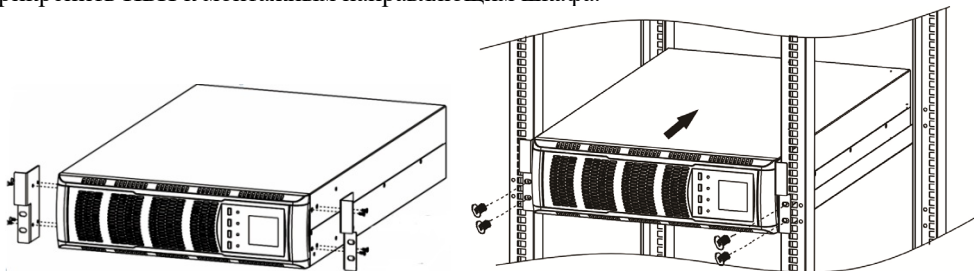

Рисунок 5 – Порядок установки ИБП в стандартный шкаф или стойку для телекоммуникационного оборудования шириной 19 дюймов
7.1.3 Установку ИБП в шкаф следует производить при помощи монтажного комплекта МК25 (монтажный комплект МК25 не входит в комплект поставки ИБП, и может быть приобретен дополнительно при заказе ИБП) в следующей последовательности (рисунок 5):